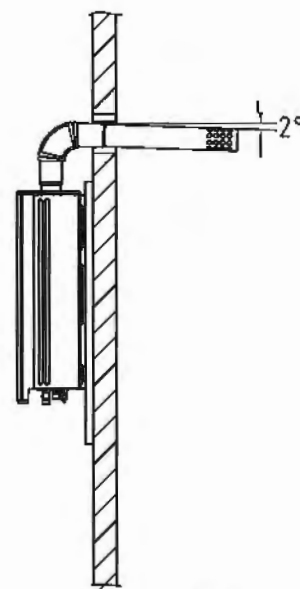

图7
- 烟道水平段应尽可能短，且安装时应有向下倾斜 $2^\circ$ 的坡度，以利于冷凝水和雨水的排出。(如图7)